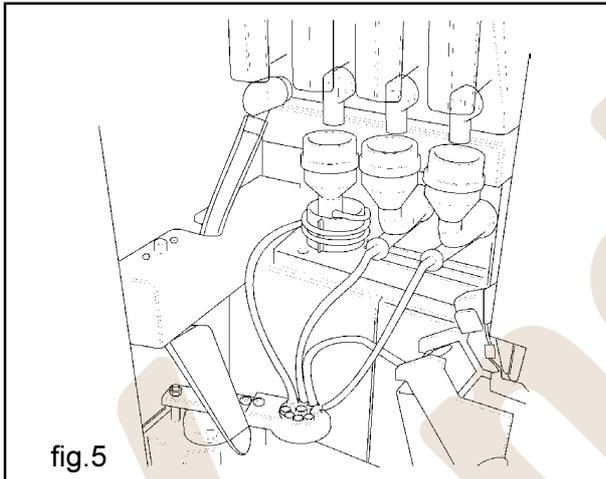

fig.5
- El motor de movimiento del soporte de los inyectores se activa para hacer retroceder el soporte y permitir la caída del vaso en la zona de suministro (fig. 5).